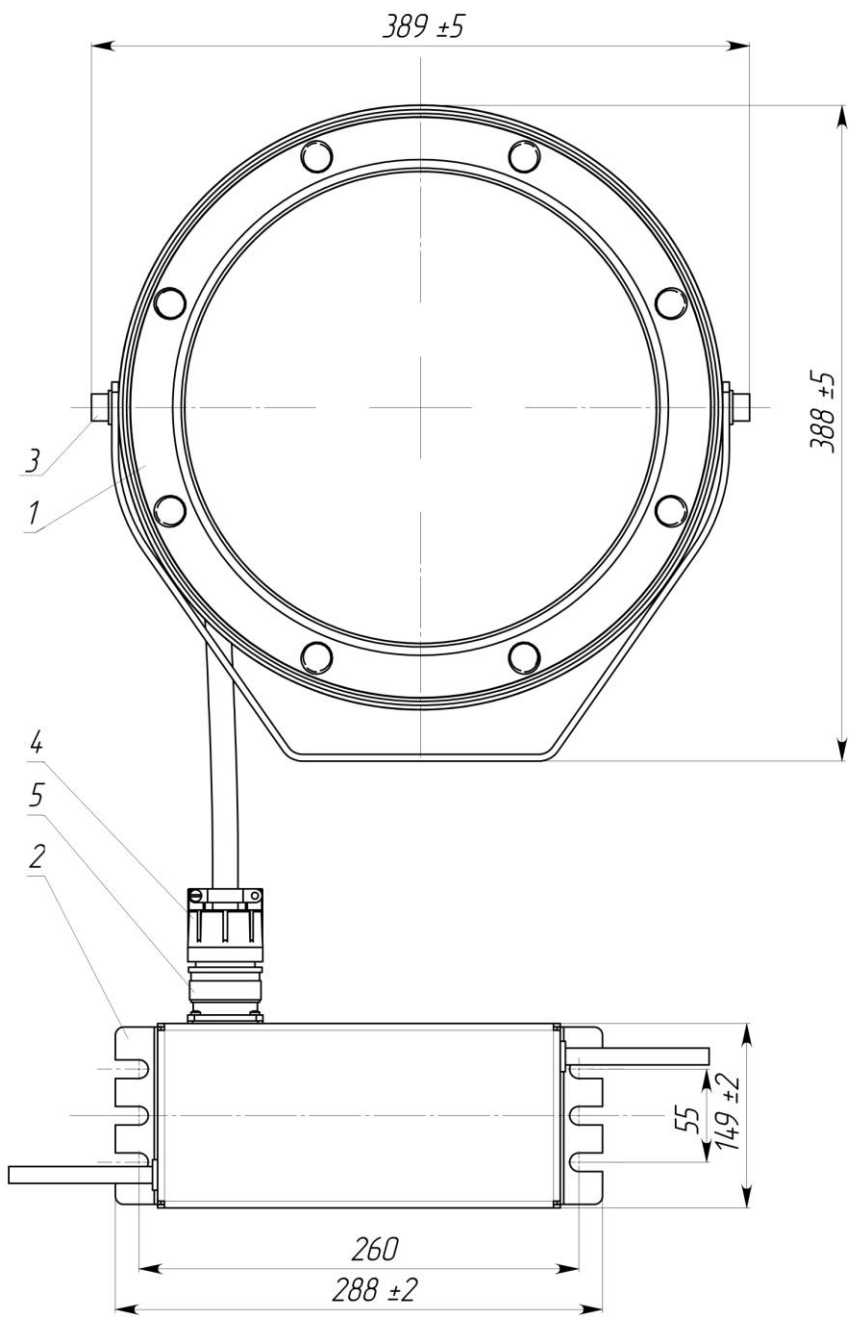

Рис.1
2.1. Прожекторы GALAD Аврора LED-120 (рис.1) со светодиодными модулями предназначены для архитектурного освещения фасадов.
- 5.1. Установить оптическую часть (поз.1 см. рис.1) прожектора, закрепив скобу тремя болтами М8 (в комплект поставки не входят).
- 5.4. Соединить разъемы оптической части (поз.4) и блока питания (поз.5 см. рис.1).